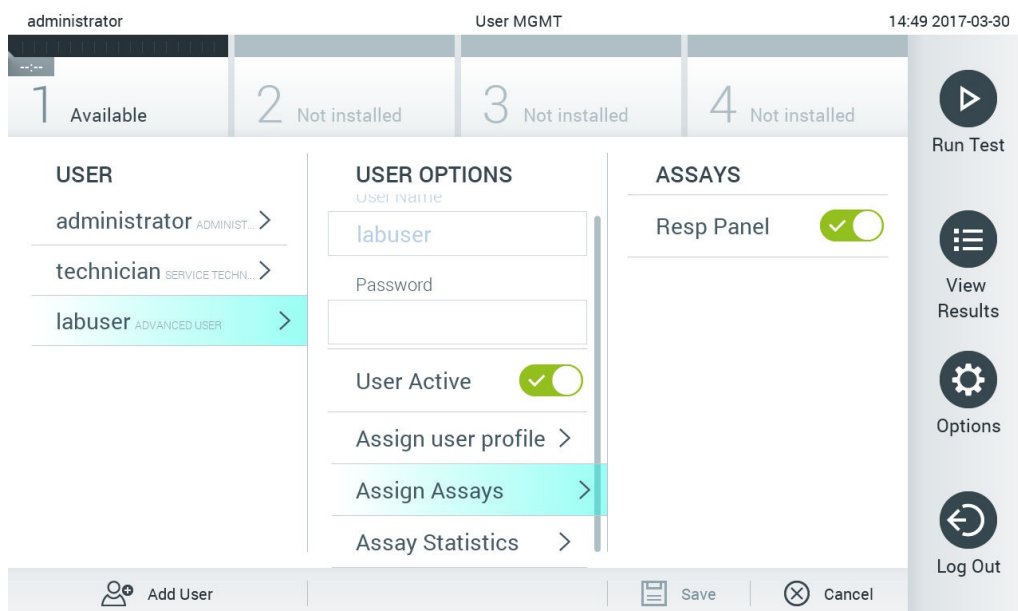

Bild 62. Tilldela analyser till användare.
- Assign Assays (Tilldela analyser): Låter dig definiera de analyser från analysdatabasen som användaren har behörighet att köra. Välj analyser från listan till höger i innehållsområdet (bild 62)